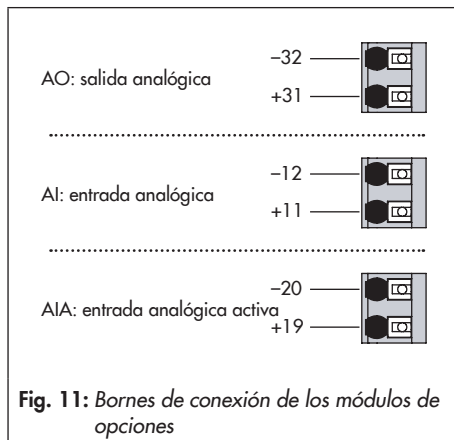

Fig. 11: Bornes de conexión de los módulos de opciones
7. Realizar la conexión eléctrica del módulo de opciones según fig. 11.